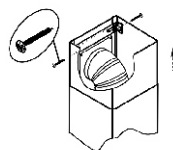

рис. 8
6.4 Установка фальштруб (рис.7). На нижней фальштрубе имеются специальные «ушки», которые необходимо направить в пазы, расположенные на верхней панели вытяжки. Затем нижнюю фальштрубу необходимо зафиксировать двумя самонарезающими винтами 3,5x11 мм. Выдвиньте верхнюю фальштрубу, навесьте ее на кронштейн (рис.8) и закрепите винтами 3,5x11мм.